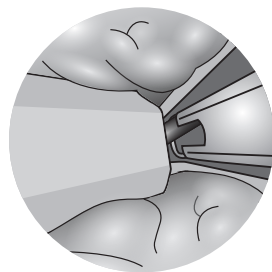

Figura 7
ATTENZIONE: Qualora la sutura non fosse posizionata a contatto con il bordo più vicino dell'incavo (come illustrato nella **Figura 7** qui sotto) potrebbe verificarsi l'inserimento errato del terminale uretrale o il taglio parziale della sutura.
3.5 Premere il pulsante di rilascio uretrale verso il telescopio (**Passaggio 4, Figura 7**) per inserire il terminale uretrale e tagliare la sutura in eccesso. Dopo la pressione del pulsante di rilascio uretrale, l'impianto sarà inserito completamente. Se la sutura non è completamente tagliata dopo che è stato premuto il pulsante Rilascio uretrale, seguire il Passaggio 5.3 per tagliare la sutura manualmente. Non è possibile applicare altri impianti con lo stesso dispositivo di inserimento.